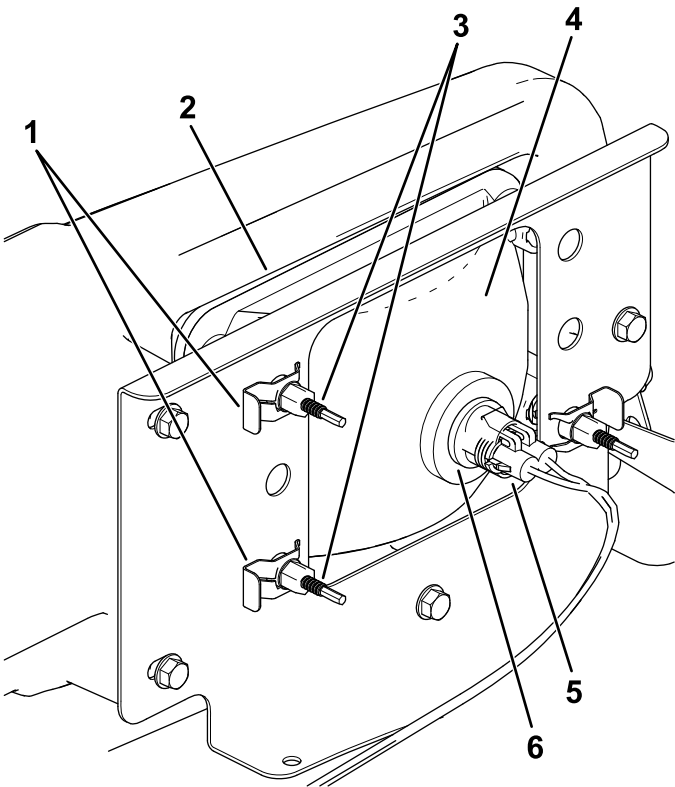

Рисунок 42
- 3. Отсоедините электрический соединитель жгута проводов от соединителя лампы в сборе (Рисунок 42).
- 4. Снимите скобы под саморез, которые крепят фару к кронштейну фары (Рисунок 42).
- 5. Снимите фару в сборе, подавая ее вперед сквозь отверстие в переднем бампере (Рисунок 42).
- 6. Вставьте новую лампу через отверстие в бампере (Рисунок 42).
8. Подсоедините электрический соединитель жгута к соединителю лампы в сборе (Рисунок 42).
5. В задней части узла передней фары поверните регулировочные винты (Рисунок 42), чтобы повернуть фару и изменить положение луча.